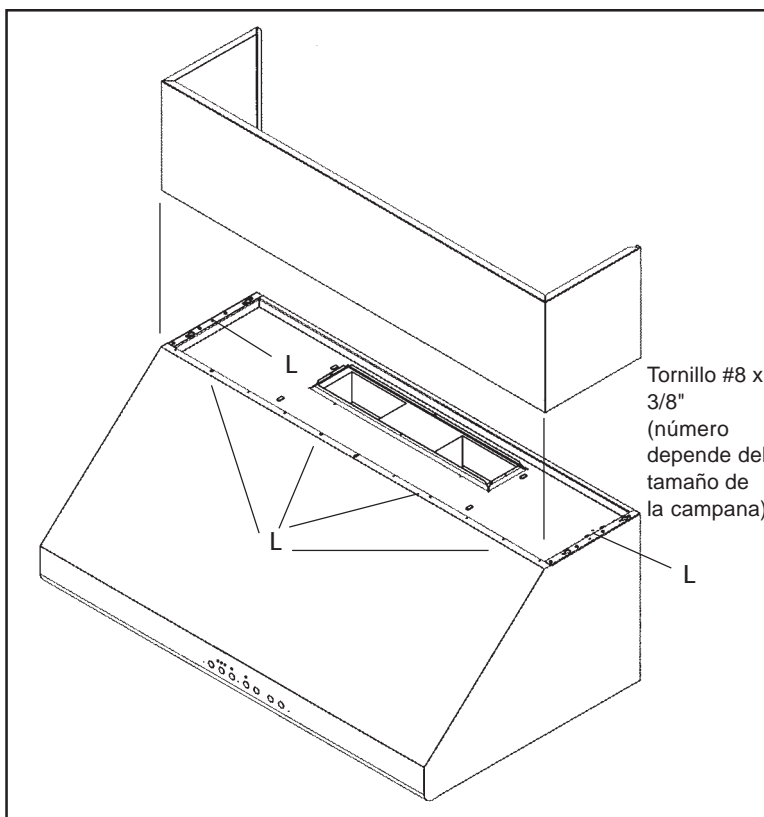

Figura 9
Se pueden usar las cubiertas de conducto opcionales que se indican en la Figura 9 para llenar el espacio entre la campana y el techo en instalaciones con montaje en pared. Están disponibles cubiertas de conducto con una altura de 6" y 12" (15 y 13 cm) y se pueden pedir por separado.
- Fije la cubierta(s) de conducto a la campana usando los tornillos de hojalata como se indica en la Figura 9.